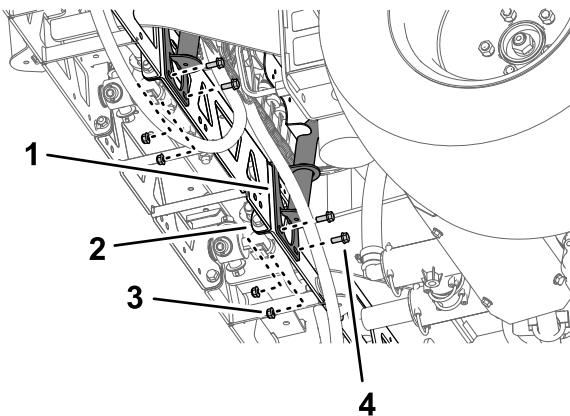
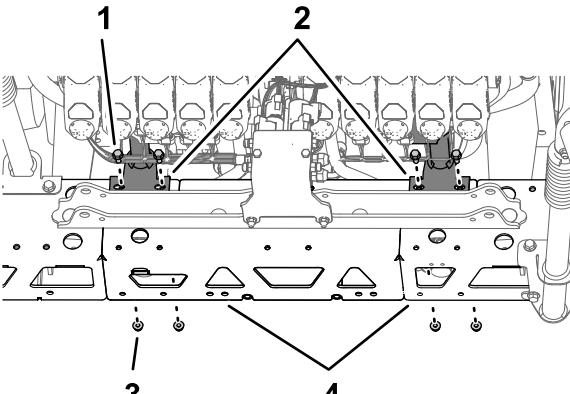

Рисунок 108
Рисунок 109
- Совместите отверстия в монтажном кронштейне опоры крепления клапанов с отверстиями в ферменной раме средней секции опрыскивателя (Рисунок 108).
- Установите опору крепления клапанов на ферменную раму (Рисунок 108 и Рисунок 109) при помощи 4 болтов (5/16 x 3/4 дюйма) и 4 фланцевых контргаек (5/16 дюйма).